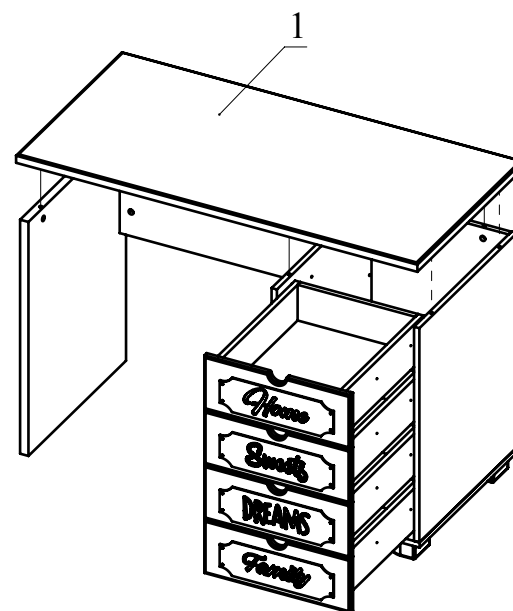

Рис.9
8. Соедините деталь 1 с полученной конструкцией и затяните головки минификс (Рис. 9).
10. Установите ящики в корпус стола (Рис. 9).